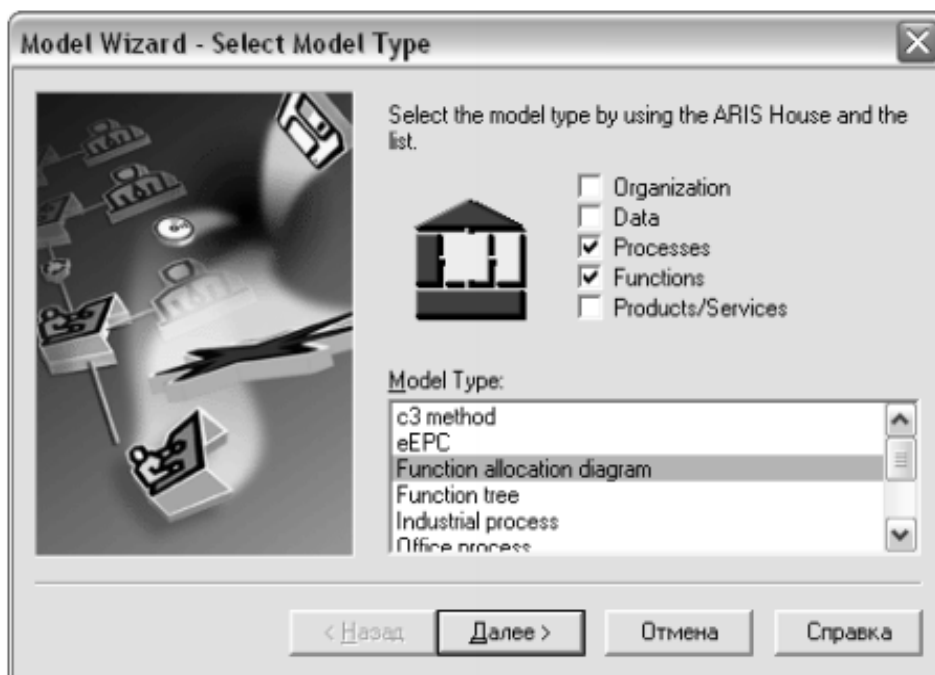

Рисунок 1.40 – Окно мастера модели для выбора типа модели
3. В окне **Model Wizard – Select Model Type** отметить галочкой типы представления **Processes** и **Functions**, выбрать из списка моделей **Model Type** тип **Function allocation diagram** (рис. 1.40). Нажать кнопку «Далее».